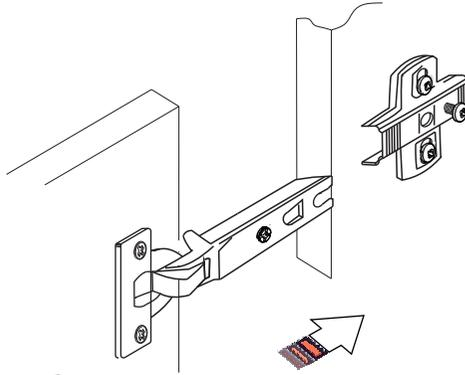
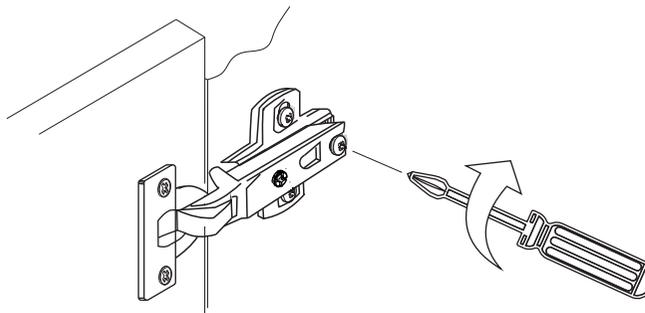

Рис. 3.
Рис. 4.
3. Наденьте петли на монтажные планки (Рис. 3) и закрепите винт согласно Рис. 4.